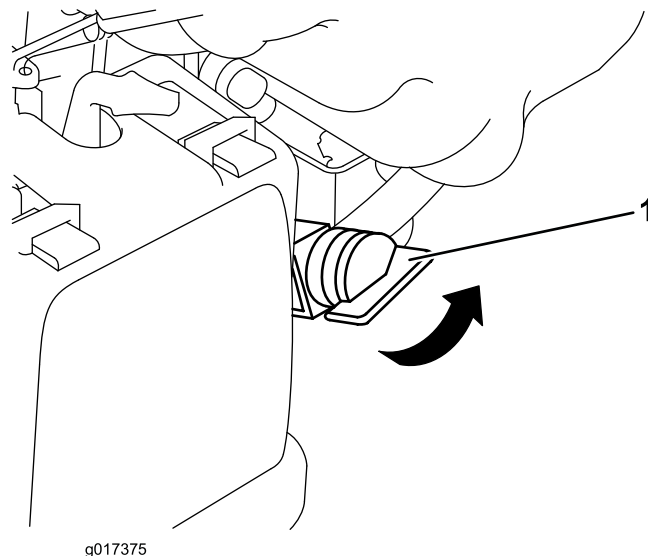

Рисунок 12
2. Поверните топливный клапан в положение «Вкл.» (ON) (Рисунок 12).